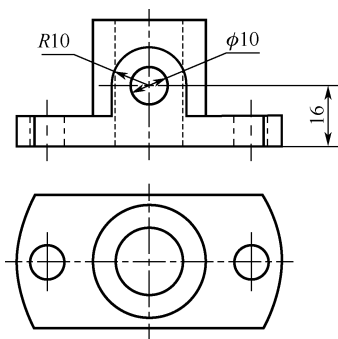

图 5-9 绘制U形凸台及孔的主视图
(1)绘制U形凸台及孔的主视图,并修剪多余图线如图5-9所示。